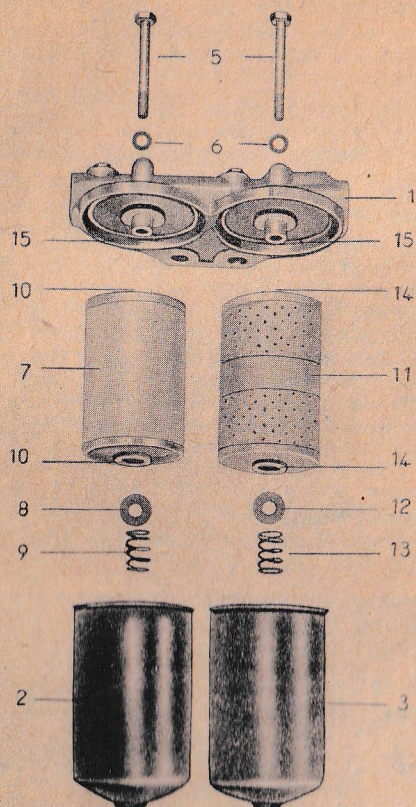

Abb. 26 - Reinigung des DK-Stufenfilters
(7), die Unterlegscheibe (8) und die Druckfeder (9) aus dem Filtertopf (2) herausnehmen. Den Grobfiltereinsatz (7) durch Hin- und Herschwenken in Waschbenzin ausspülen, bis die Maschen des Siebgewebes schmutzfrei sind. Gegebenenfalls ist mit einer weichen Bürste (keine Drahtbürste!) der durch das Ausspülen nicht beseitigte Schmutz auszubürsten. Dann den Grobfiltereinsatz (7) mit Preßluft von innen nach außen ausblasen und trocknen. Die Dichtringe (10) prüfen und falls beschädigt auswechseln. Aus dem Filtertopf (2) den am Boden abgesetzten Schlamm entfernen und den Filtertopf (2) mit Waschbenzin ausspülen und danach trocknen. Ebenfalls die Unterlegscheibe (8) und die Druckfeder (9)
Der Kraftstoff gelangt von der Kraftstoffförderpumpe zunächst in die Grobfilterkammer (2) und durchdringt den Drahtgeflecht-Grobfiltereinsatz (7) von außen nach innen (siehe Abb. 26). Durch den Überströmkanal im Filterdeckel gelangt der Kraftstoff in die Feinfilterkammer (3) und durchdringt die Papier-Filterpatrone (11) gleichfalls von außen nach innen.